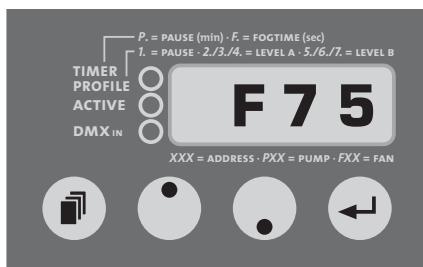

Abb. 2: Einstellen des Lüfter (Fan)-Wertes
- b) Drücken Sie nochmals die Mode-Taste [14], bis auf dem Leuchtzifferndisplay [17] ein F (Fan) und zwei Zahlen erscheinen (siehe Abb. 2).
- c) Betätigen Sie nun erneut die Mode-Taste [14], bis auf dem Display [17] ein F (Fan) und zwei Zahlen erscheinen (siehe Abb. 2).